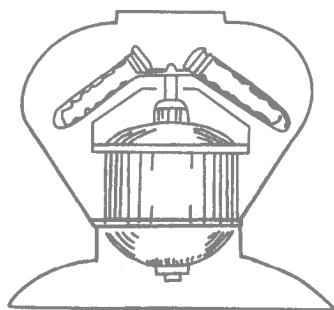

图 2-7 电动离心机
8. 离心机 用于沉淀与溶液分离的仪器 如图 2-7 所示。